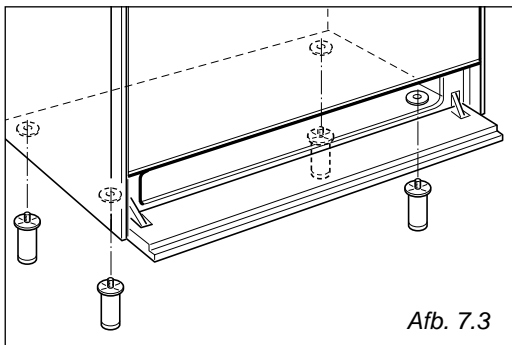

Afb. 7.2
Assembleer het achterscherm "C" (afb. 7.2) alvorens het fornuis te installeren.
- Assembleer het achterscherm zoals aangegeven in afbeelding 7.2 en bevestig het door de schroef "B" en de afstandsringen "A" vast te draaien.